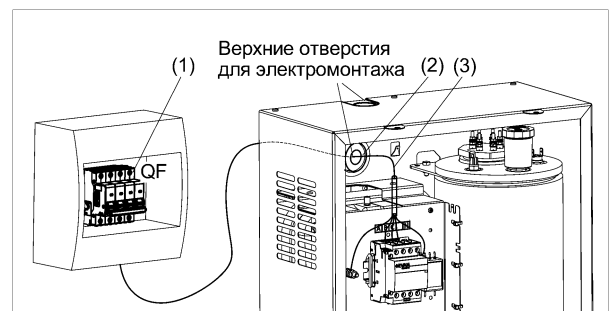

Рисунок 7. Подключение котла к электросети
6.2.2 Подключение котла к электрической сети осуществляется только через внешний автоматический выключатель **QF** (см. рис. 7) с номинальным током (In) указанным в таблице 2.
6.2.5 Для электромонтажа силовых и слаботочных проводов в корпусе котла предусмотрены два верхних (см. рис.7) и два нижних отверстия. Не допускается совместный электромонтаж силовых и слаботочных проводов.
- (1) Выполните монтаж внешнего автоматического выключателя **QF** в непосредственной близости от котла и доступным для визуального обзора месте (см. рис. 7);
- (2) Установите гермоввод (кабельный ввод) из комплекта поставки в отверстие для электромонтажа;
(3) Выполните монтаж силового кабеля от автоматического выключателя **QF** к клеммным колодкам электромагнитного контактора через установленный гермоввод (кабельный ввод).